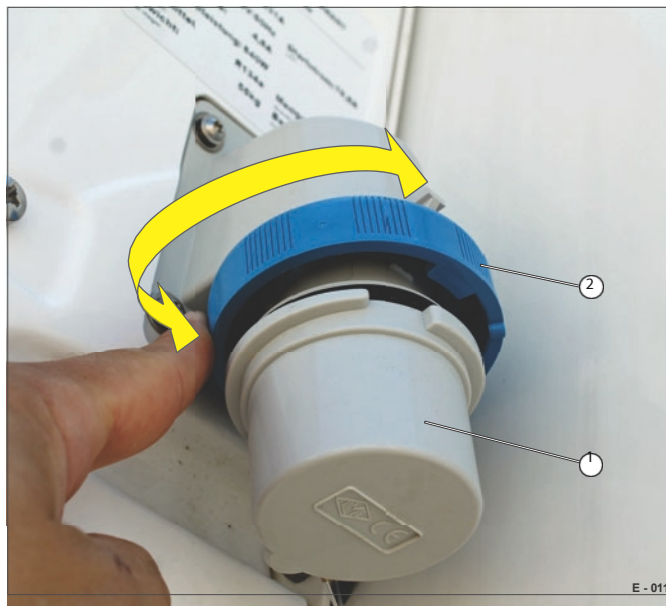

Fig. 11 Abertura da ligação à rede eléctrica
- Desapertar a tampa de rosca (Fig. 11/2).
- Retirar a tampa (Fig. 11/1).